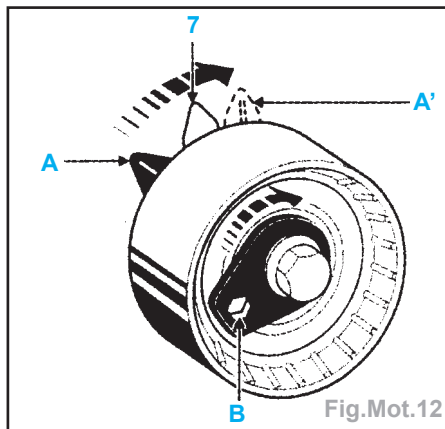

Fig.Mot.12
de 6 mm (en B) (Fig.Mot.12).
- Faire dépasser l'index mobile (A') du galet tendeur de 7 à 8 mm par rapport à l'index fixe (7) à l'aide d'une clé six pans de 6 mm (en B) (Fig.Mot.12).